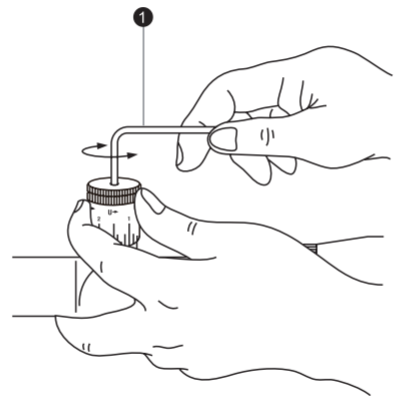

Fig. 3-7
Hold fast i knappen/easy grip med fingrene, for at forhindre at den justerede skalaring forskubber sig, og drej skruen i toppen af knappen/easy grip mod uret med den medfølgende unbrakonøgle (1), indtil skruen er skruet ud. Fjern derefter knappen/easy grip (fig. 3-7).